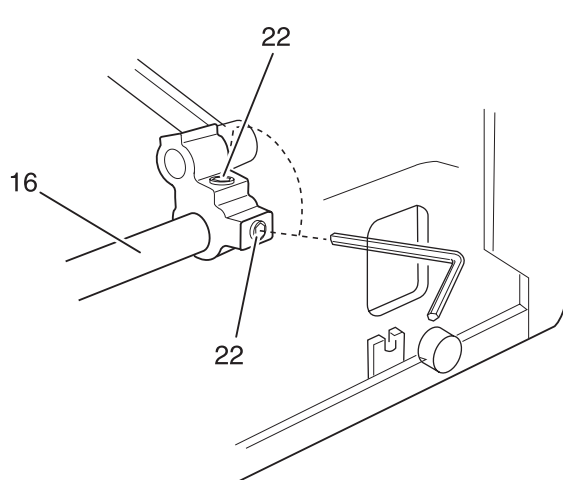

Рис. 20
- Ослабьте крепежные винты 22 ключом размером 2,5 мм для винтов с внутренним шестигранником (рис. 20).
- Приверните один из винтов 22 (рис. 20).